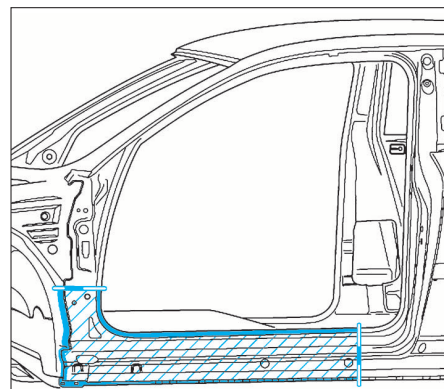

FIG. 20
- Tracer les lignes de coupe au niveau du bas de caisse en fonction de la zone endommagée (Fig.20).